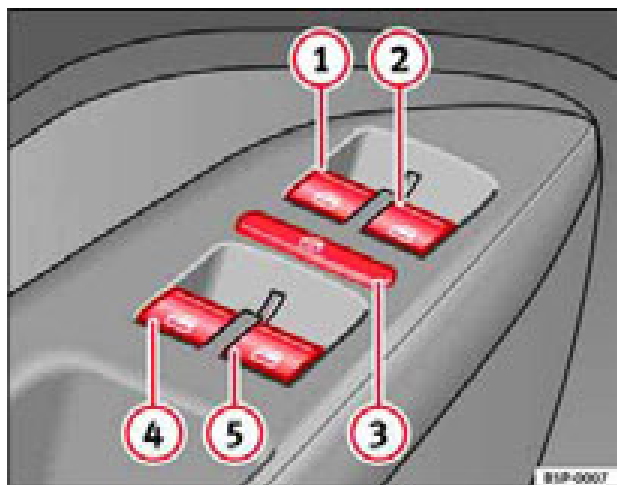

Fig. 69 Detalle de la puerta del conductor: mandos para las ventanillas delanteras y traseras
Las teclas ⇒ página 110, fig. 69 ① y ② tienen dos posiciones para la apertura de las ventanillas y otras dos para el cierre. De este modo es más fácil controlar las operaciones de apertura y cierre.